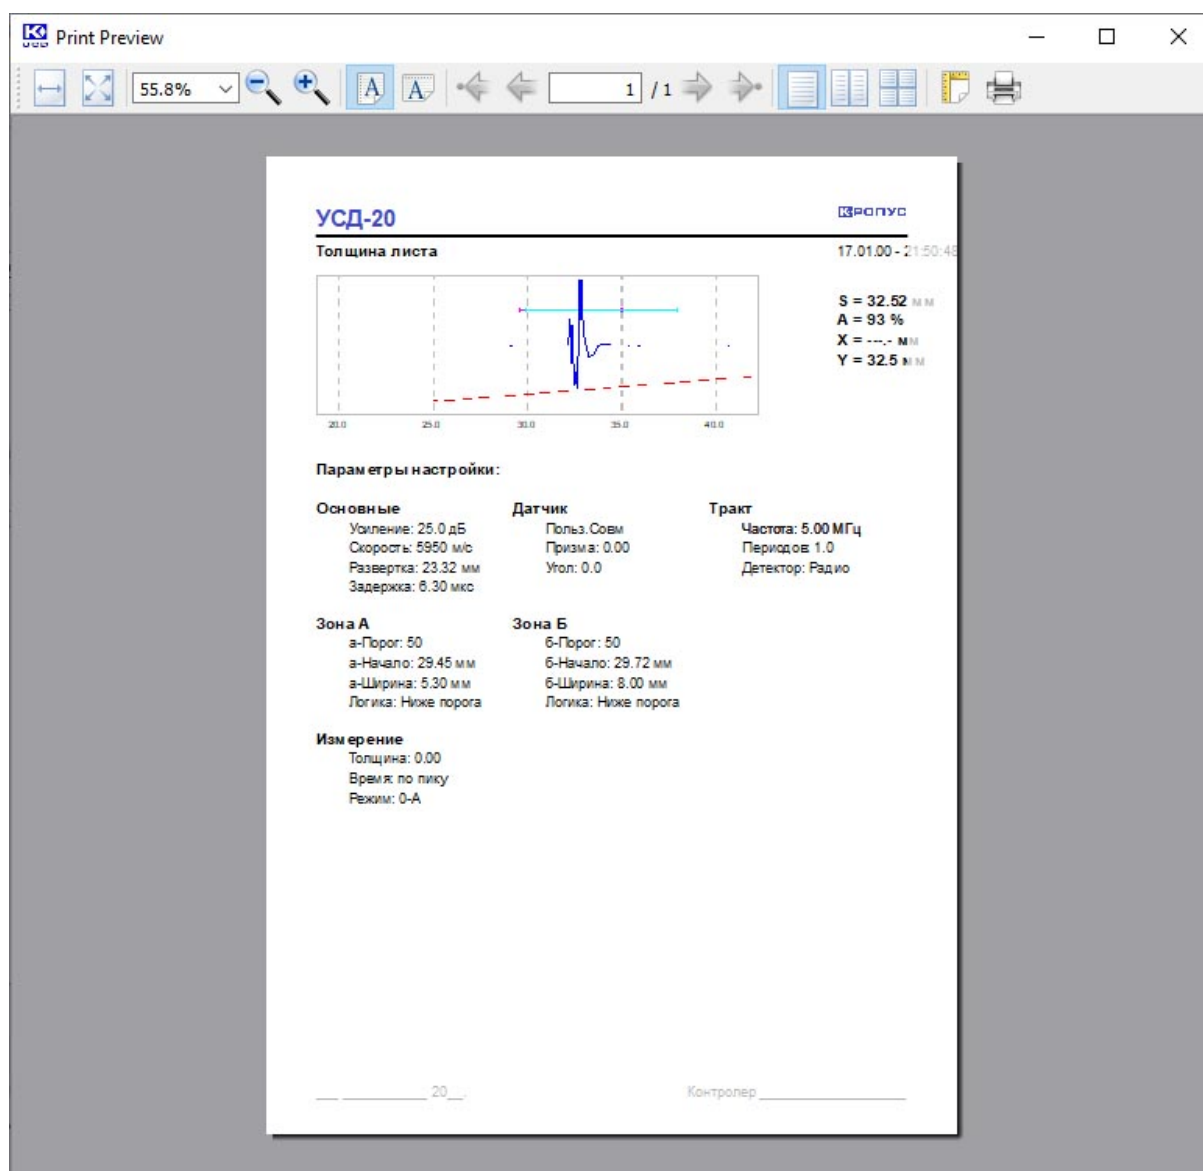

Рис.5-6 Окно просмотра результатов
2. Найдите в среднем окне программы этот файл и двойным щелчком левой клавиши «мыши» откройте просмотр результата (см. рис.5-6)